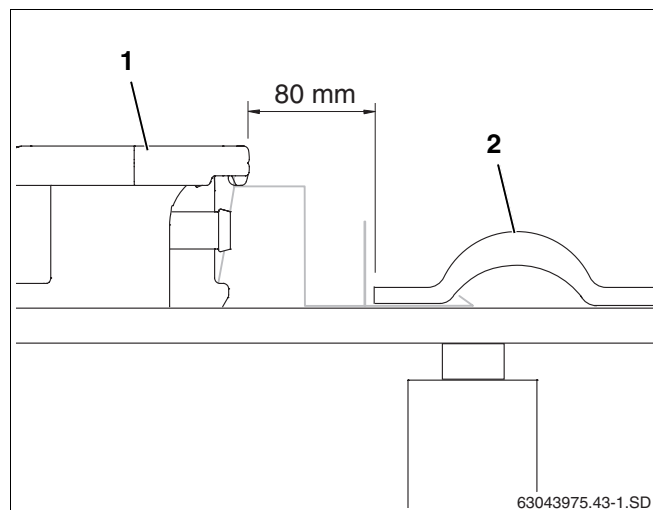

Рис. 24 Укладка и крепление первого коллектора
- Первый коллектор (рис. 24, **поз. 1**) должен встать в крепление от сползания на расстоянии 80 мм от крайней (возможно, вырезанной) черепицы (рис. 24, **поз. 2**).